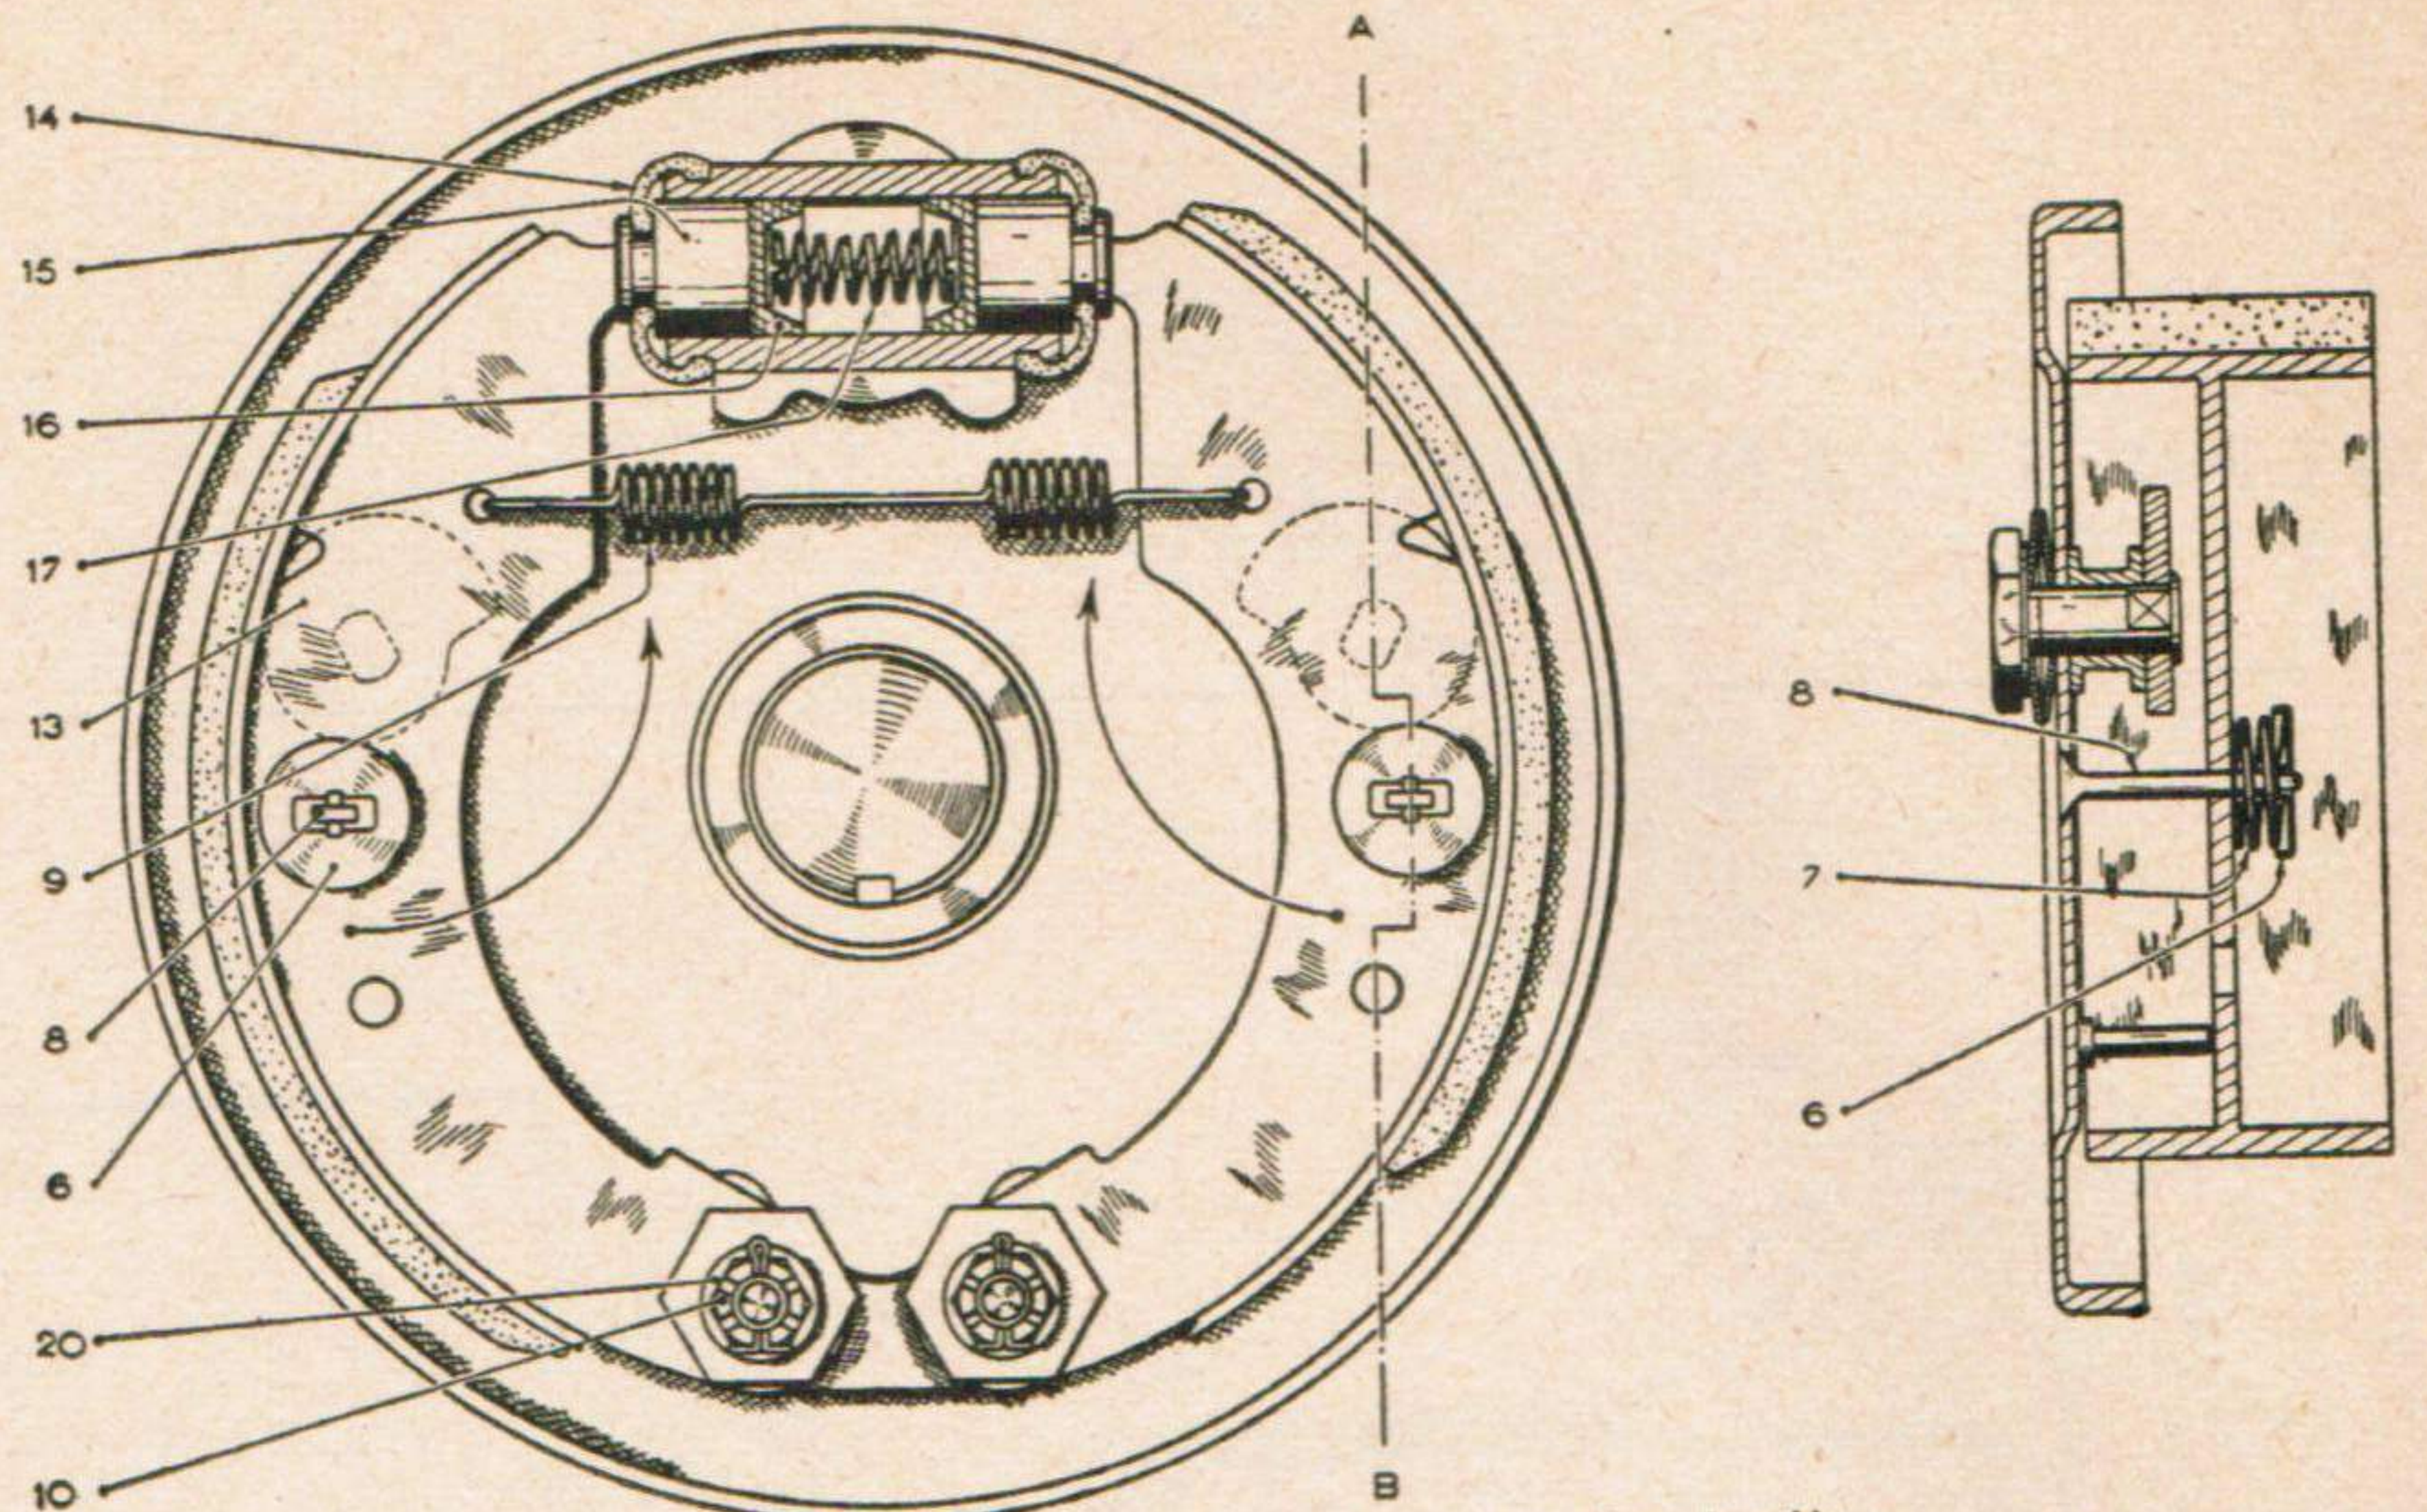

Fig. 50. — Vue d'un plateau de frein Arrière.
- Déposer les calottes extérieures (6) (figure 50) des ressorts d'appui en les faisant tourner de 1/4 de tour, pour les déverrouiller de leur tige. Dégager les ressorts d'appui (7) et les tiges (8).
- Décrocher des segments, à l'aide d'une pince, le ressort de rappel (9).
- Tourner l'axe de la came dans le sens indiqué par la figure 50, tout en faisant tourner le tambour à la main, et procéder comme pour le réglage des excentriques au paragraphe A